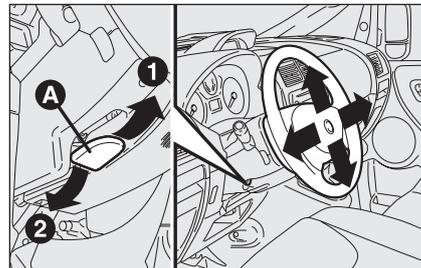

fig. 35
- desbloquee la palanca **A**-fig. 35 empujándola hacia adelante (posición 1);